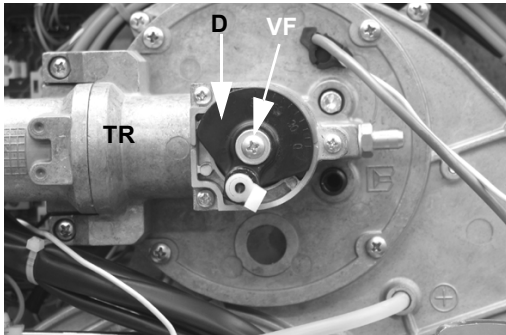
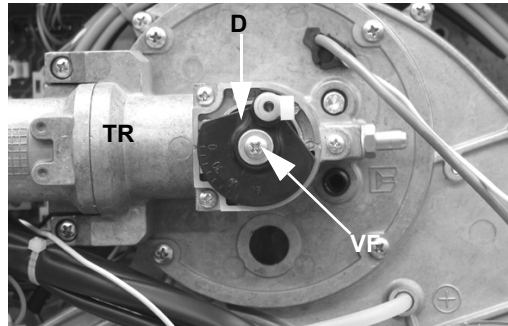

Fig. 20: Posición estándar
Fig. 21: Nueva posición
- 8 (Fig. 21) Apartar la brida junto la cabeza de combustión
- 9 (Fig. 21) Girar el disco **D** que fija la válvula mariposa, procediendo como sigue Fig. 20.
- 10 Aflojar el tornillo **VF**. (Fig. 21)
- 11 Rotar 180° el disco **D** fijando el tornillo **VF** (Fig. 21).